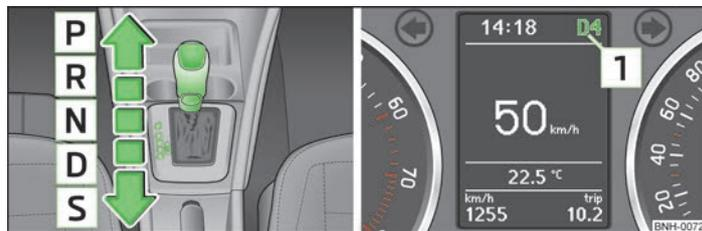

Fig. 70 Palanca selectora/pantalla informativa: Posiciones de la palanca selectora
La posición actual de la palanca selectora se visualiza en la pantalla del cuadro de instrumentos  » fig. 70.
► Presionar la palanca selectora desde la posición **D** hacia la derecha. La posición de la palanca selectora se visualiza junto con la marcha puesta en la pantalla del cuadro de instrumentos » fig. 70 de la página 81.